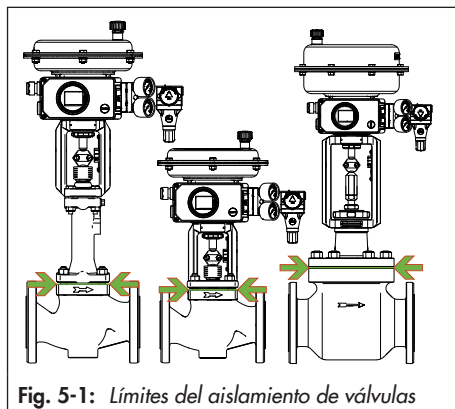

Fig. 5-1: Límites del aislamiento de válvulas
- Las válvulas lineales solo se pueden aislar hasta la brida tapa del cuerpo, ver Fig. 5-1. Esto también aplica a las ejecuciones con fuelle o pieza de aislamiento para temperaturas del fluido inferiores a 0 °C o superiores a 220 °C. ¡Si también se aísla la pieza de aislamiento, ésta pierde su función!